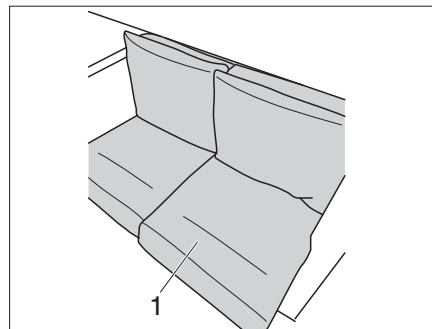

Bild 224 Polster auflegen
Das Sitzpolster (Bild 224,1) hat auf seiner Rückseite eine Verstärkung aus Kunststoff.
- Sitzpolster (Bild 224,1) mit Verstärkung auf der rechten Seite auflegen.